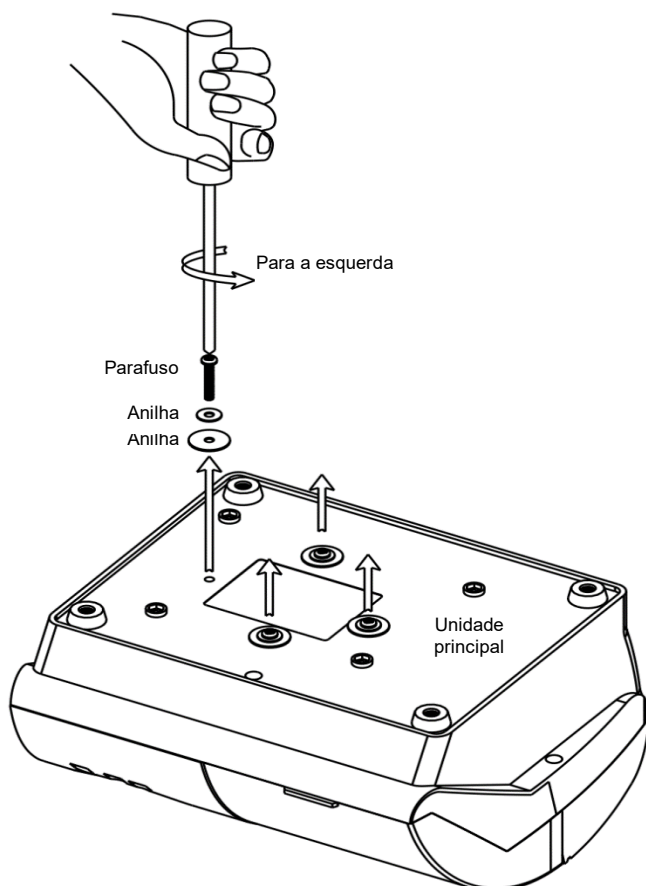

Fig. 2
- 1) Retire a unidade principal da embalagem, vire a parte inferior para cima e coloque-a sobre a mesa com uma proteção. Como mostrado na Fig. 2, remova os quatro parafusos de segurança vermelhos com uma chave de fendas.